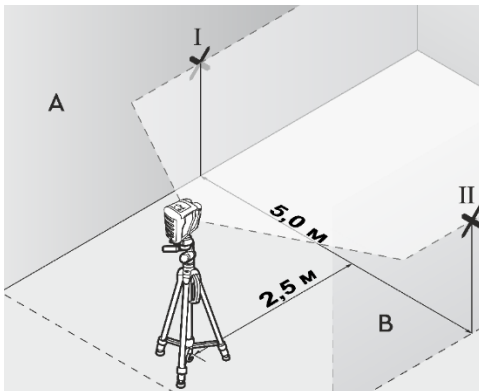

Рисунок 7
3.4.2 Позначте на обох стінах на відстані 2,5 м від приладу середину лазерної лінії (точка «I» на стіні «А» і точка «II» на стіні «В») (дивіться рисунок 7).